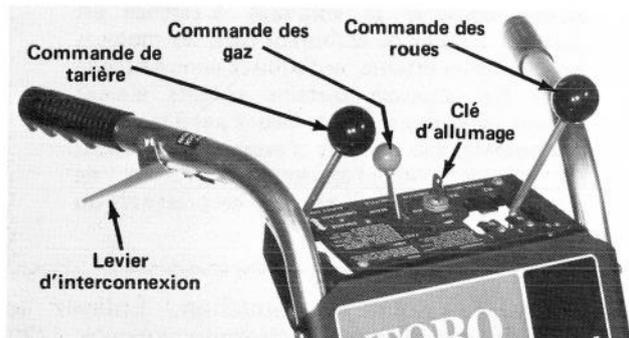

Figure 17
**Commande de tarière (Fig. 17)** — Cette commande a deux positions: EMBRAYÉE (Engage) et DÉBRAYÉE (Disengage). Pour embrayer la tarière et le ventilateur, poussez le levier de commande vers l'avant jusqu'à sa butée. Il dépassera alors le centre du tableau. Pour débrayer la tarière et le ventilateur, ramenez le levier de commande en arrière.
**Levier d'interconnexion de sécurité (Fig. 17)** — Il faut comprimer le levier d'interconnexion de sécurité contre la poignée du mancheron de droite quand la tarière ou les roues sont embrayées. Le moteur s'arrête automatiquement dès qu'on relâche ce levier pendant que la tarière ou les roues sont en prise. Il s'agit d'un dispositif de sécurité destiné à rappeler au conducteur de débrayer la tarière et les roues avant de quitter sa position de sécurité derrière les mancherons.
**Commande d'entraînement des roues (Fig. 17)** — Cette commande a sept positions: N (point mort ou neutre) 2 positions; R1 et R2 (2 vitesses de marche arrière); 1, 2 et 3 (trois vitesses avant). Pour changer de vitesse, placez le levier à la position désirée. Il faut tenir le levier de commande en position R (Marche arrière) pour reculer. Dès qu'on la relâche, la commande retombe automatiquement au point mort. Vous pourrez utiliser les vitesses 1, 2 et 3 selon les conditions d'enneigement. Continuez de comprimer le levier d'interconnexion en changeant de vitesse.
**Commande des gaz (Fig. 17)** — La commande variable des gaz a deux positions extrêmes: RAPIDE (Fast) et LENTE (Slow). Plus vous poussez le levier vers l'avant, plus vous augmentez la vitesse. Ne faites tourner le moteur que juste assez vite pour projeter la neige où vous le voulez.
**Clé d'allumage (Fig. 17)** — La clé d'allumage a deux positions: MARCHE (On) et ARRÊT (Off). Mettez la clé en position MARCHE (On) avant de mettre le moteur en marche à l'aide du démarreur à rappel. Pour arrêter le moteur, mettez la clé en position ARRÊT.
- Placez la commande de tarière en position DÉBRAYÉE (Fig. 17).
- Mettez la commande des roues au point mort (N) et mettez la manette de commande des gaz en position rapide (Fast) (Fig. 17).
- Tournez la clé d'allumage en position de MARCHÉ (Fig. 17).
- Ramenez la manette des gaz en position lente (slow) et mettez la clé d'allumage en position d'ARRÊT (Off) (Fig. 17).
- Mettez la commande de roues au POINT MORT (N) et la commande de tarière en position DÉBRAYÉE (Disengagement) (Fig. 17).